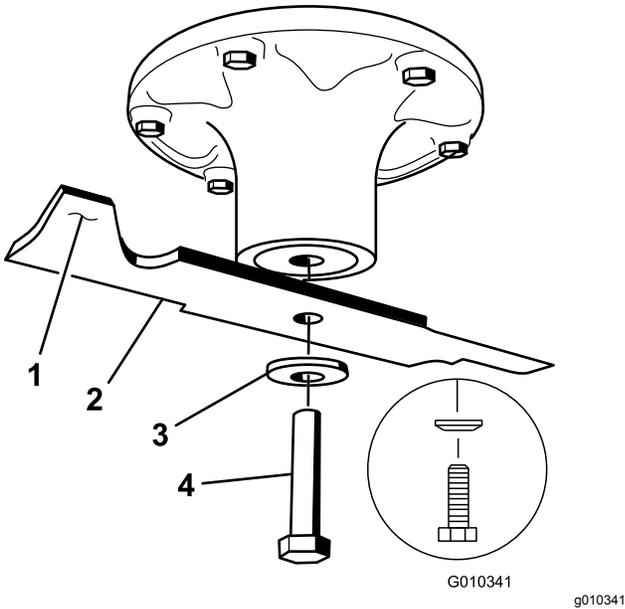

Figura 67
Sujete el extremo de la cuchilla usando un trapo o un guante grueso. Retire del eje el perno de la cuchilla, la arandela curva y la cuchilla (Figura 67).
Si la cuchilla se mantiene horizontal, está equilibrada y puede utilizarse. Si la cuchilla no está equilibrada, rebaje algo del metal en la parte de la vela solamente (Figura 67). Repita este procedimiento hasta que la cuchilla esté equilibrada.
- Instale la cuchilla en el eje (Figura 67).
- Instale la arandela de muelle y el perno de la cuchilla. El cono de la arandela de muelle debe estar orientado hacia la cabeza del perno (Figura 67). Apriete el perno de la cuchilla a 135–150 N·m.